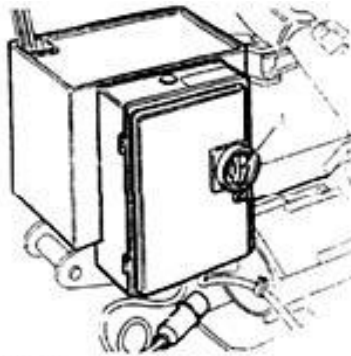

Fig4
Замечание: электрический и гидравлический моторы оснащены автоматическими выключателями при перегрузке (рис. 4).
Поверните главный выключатель (1) (рис. 4), чтобы запустить мотор. Нажмите на левую педаль (7), зажимное устройство начнет вращаться против часовой стрелки. Нажмите правую педаль (7), зажим начнет вращаться по часовой стрелке. Переместите джойстик (5) в направлении «а» ↔ «b», консоль (2) переместится вверх-вниз; переместите джойстик (5) в направлении «с» ↔ «d», консоль (2) будет перемещаться слева направо и обратно. Переведите вверх переключатель (6), чтобы раскрыть зажим, переведите вниз переключатель (6), чтобы закрыть зажим.